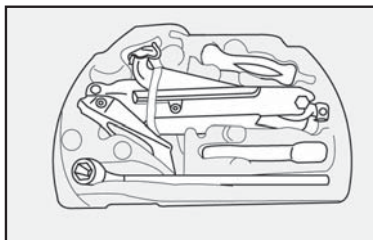

fig. 28
15) Guarde las herramientas utilizadas en los alojamientos específicos en los soportes **fig. 28**.